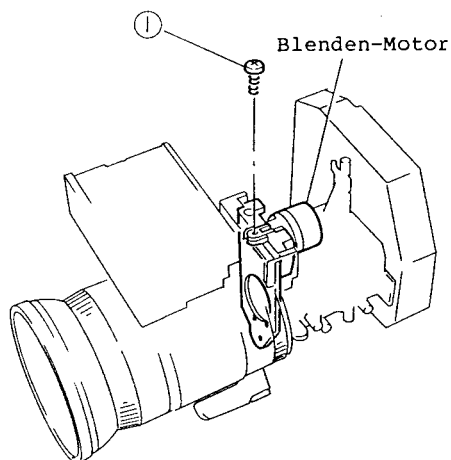

Abb. 2-105
1. Eine (1) Befestigungsschraube des Blenden-Motors entfernen (siehe Abb. 2-105).